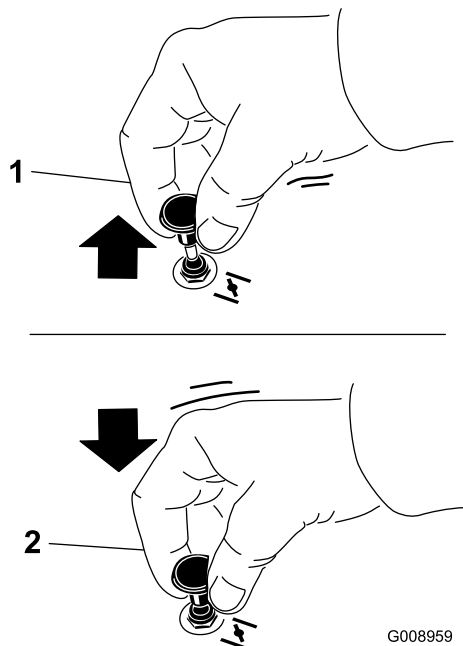

Figura 22
1. Tire hacia arriba del mando para engranar el estárter antes de usar el interruptor de encendido (Figura 22).
2. Presione hacia abajo sobre el mando del estárter para desactivar el estárter cuando el motor haya arrancado (Figura 22).